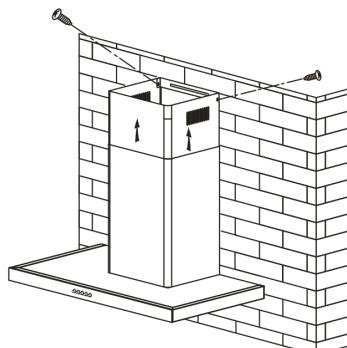

fig. 6
- Levante la chimenea superior hasta el límite máximo y fíjela a la horquilla con la ayuda de los tornillos (fig. 6).
- Levante la chimenea superior hasta el límite máximo y la fije a la horquilla con la ayuda de 2 tornillos (fig. 6).